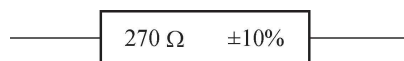

图 1-14 直标法
(1)直标法。直标法是将电阻的阻值直接用数字标注在电阻上，其允许误差直接用百分数表示，若电阻上未注偏差，则均为±20%。如图 1-14 所示的电阻值为 270 Ω，误差为±10%。